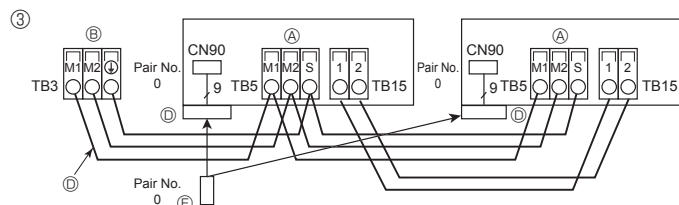

Fig. 6-5
③ Controlador remoto inalámbrico (al instalar un receptor de señales inalámbrico) (Fig. 6-5)